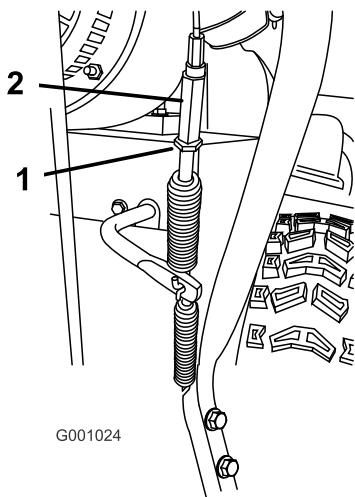

Figura 46
5. Allentate il controdado Figura 46.
6. Allentate o serrate il tornichetto che regola la tensione del cavo (Figura 46).